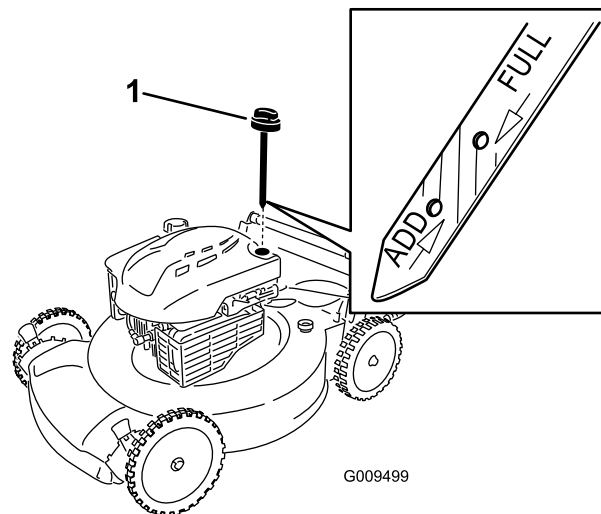

Рисунок 9
2. Извлеките масломерный щуп (Рисунок 9).
5. Выньте щуп и проверьте уровень масла по щупу, см. Рисунок 9.